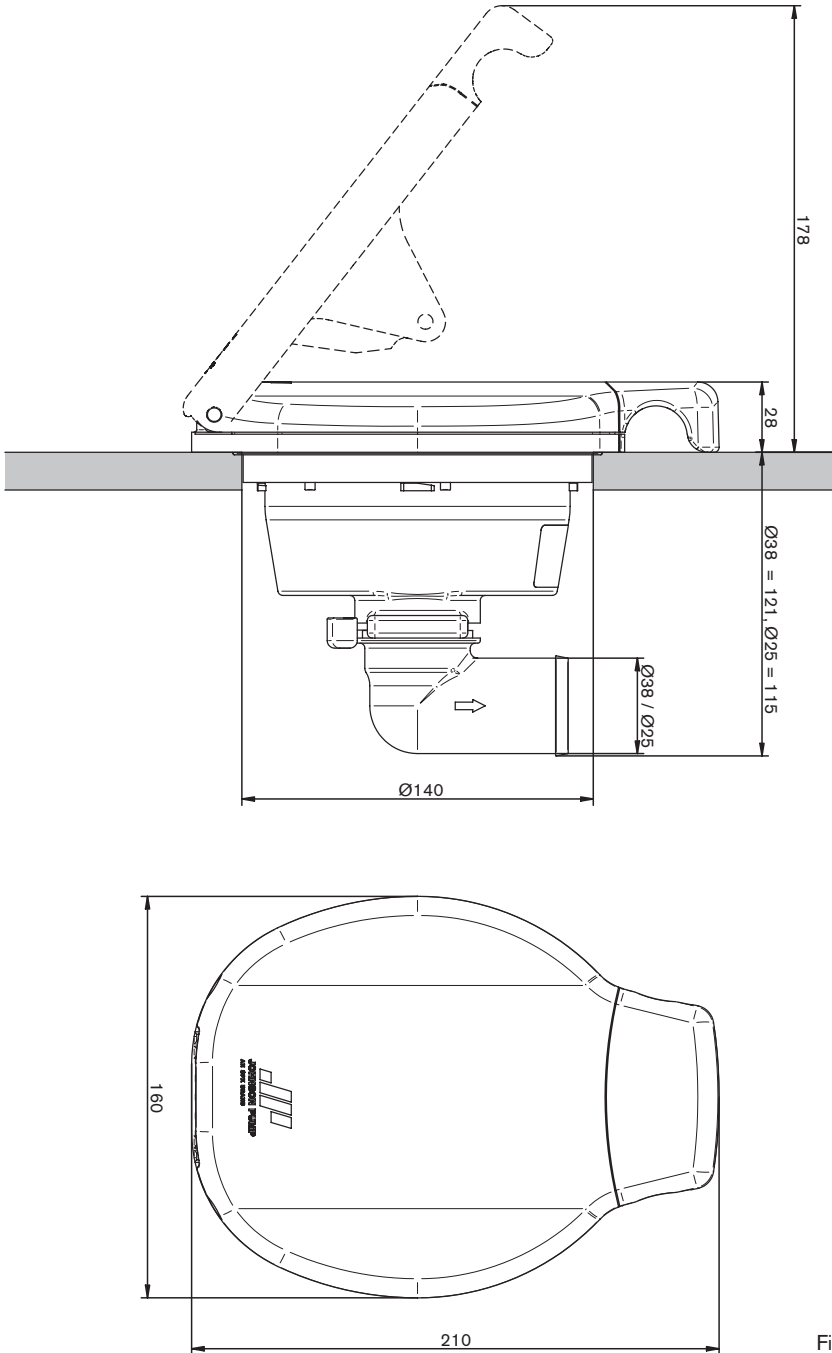

Fig. 1
Abmessungen: Aufgrund Abb. 1.
- Stellen Sie beim Installieren sicher, dass es genug Platz für die volle Tiefe der Pumpe hinter der Kabinendecke oder unter dem Deck gibt. Siehe Abb. 1.
- Stellen Sie bei der Installation sicher, dass es genug Platz für den Betrieb der Pumpe mit ganz geöffnetem Handgriff gibt. Siehe Abb. 1.
| Dimensions:            | Selon la fig. 1.  |
- Assurez-vous qu'il y a suffisamment de place derrière la cloison ou sous le pont pour toute la profondeur de la pompe lorsqu'elle est installée. Voir la figure 1.
- Assurez-vous qu'il y a suffisamment d'espace disponible quand la pompe est installée pour faire fonctionner la pompe avec son levier complètement ouvert. Voir la figure 1.